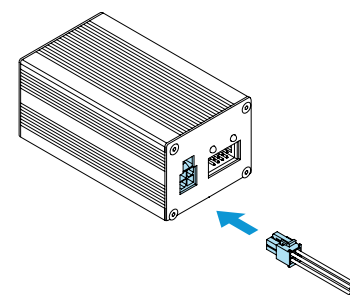

Рисунок 7. Подключение кабеля сервопривода
- Подключить блок питания (8) к сети 220/110 В кабелем (6)
- Подключить блок питания (8) к интерфейсному блоку (7)
- Подключить кабель для работы с сервоприводом (4) к интерфейсному блоку (рисунок 7)